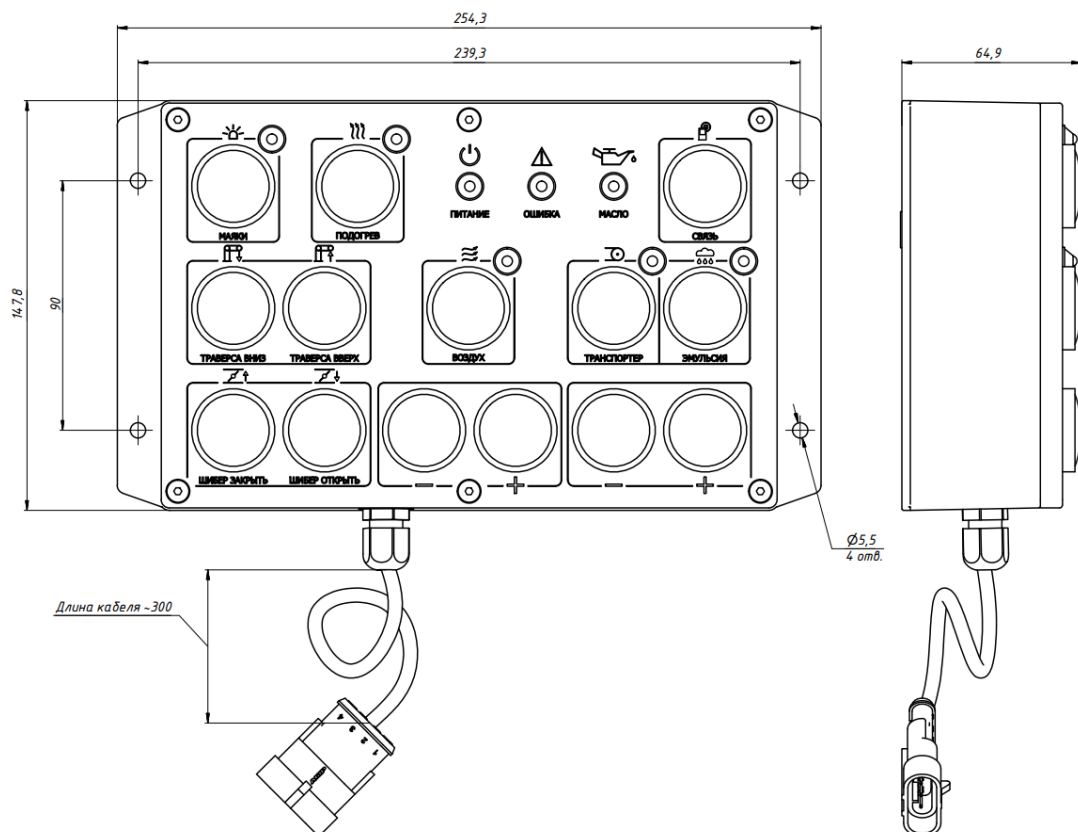
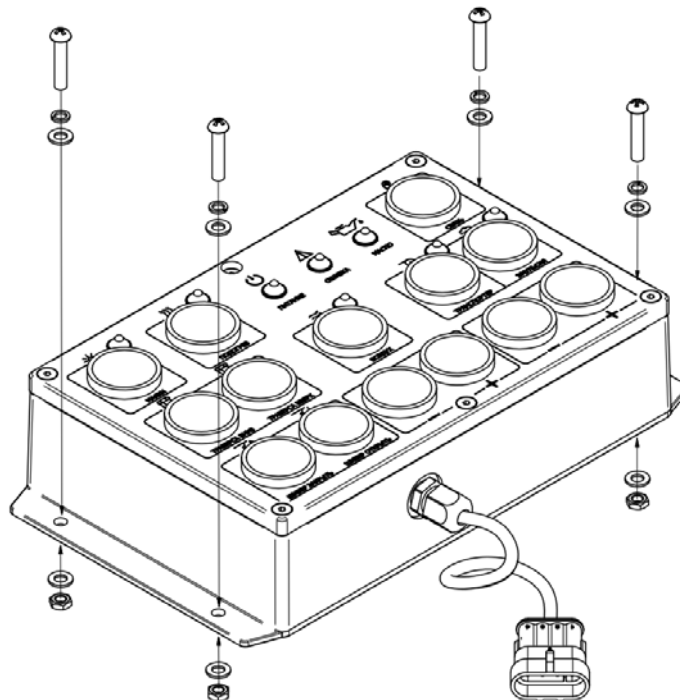

Рисунок 6.3 - Установочные размеры и размещение крепежных отверстий пульта управления внешней установки
Рисунок 6.4 - Крепление пульта управления внешней установки
1) Установить пульт управления внешнего исполнения в соответствии с рис. 6.3. в удобном для эксплуатации месте. Крепление пульта (рис. 6.4) осуществлять с помощью винтов М5-6х25.66.016, гаек М5-6Н.04.016, шайб 5 3Х13 029 и А.5.01.08кп.016 (входят в комплект поставки изделия).